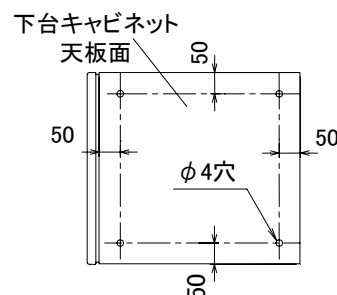

図10-1
- ①すべての扉・引出をとりはずしてください。
- ②下台キャビネットの天板の所定位置に上台キャビネット連結用の下穴(φ4穴)を加工してください。(図10-1)